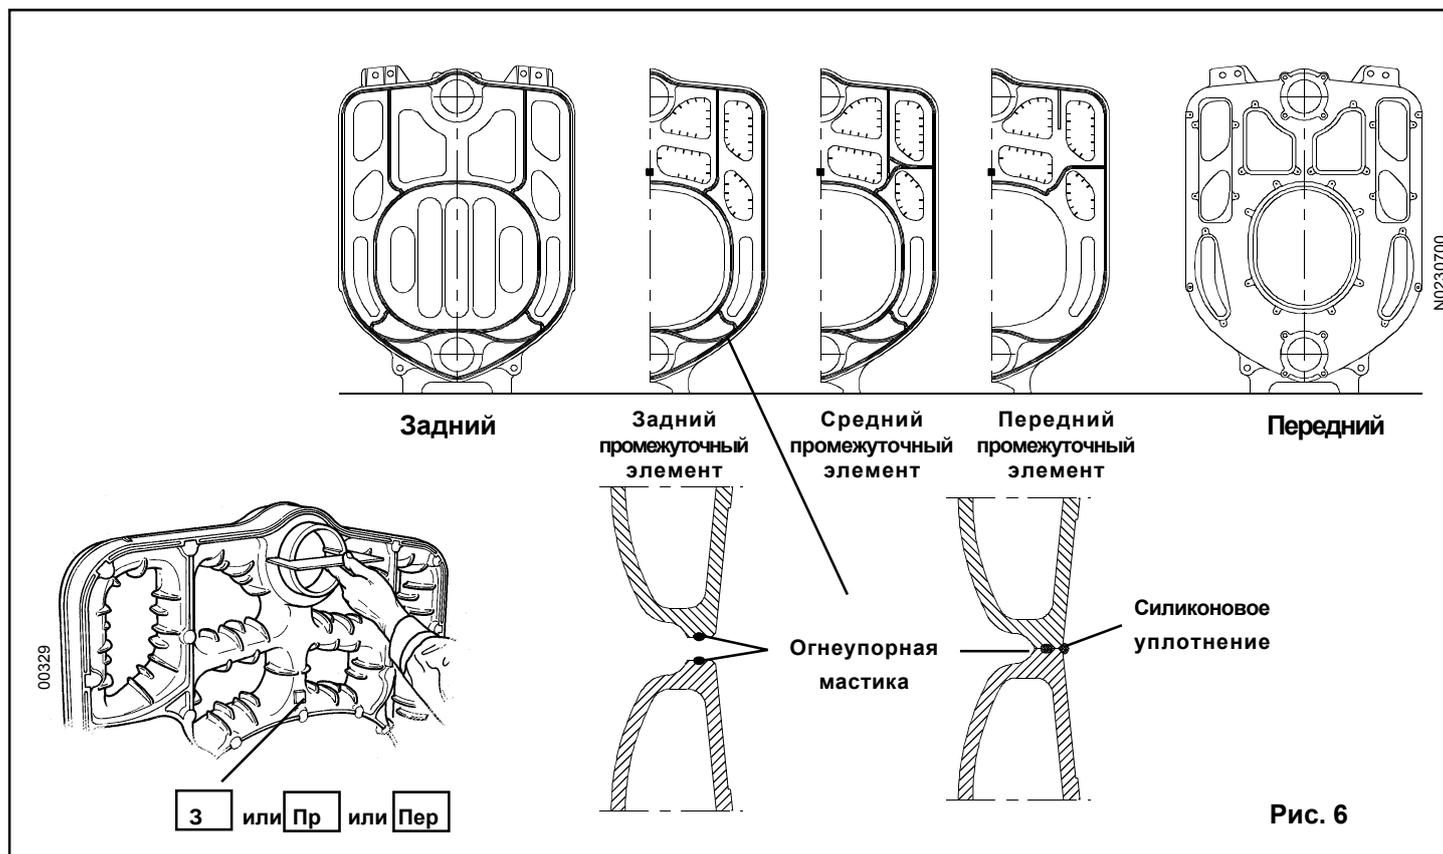

Рис. 6
- 4) Поставив элемент в вертикальное положение, очистить металлической щеткой желоб для огнеупорной уплотняющей мастики. Замазать сжатые шнуры и наружный шнур (см.рис. 6),
- 7) Установить соединительные патрубки в отверстия вертикального элемента и **слегка** продвинуть их при помощи деревянной планки, ударив по ней молотком или киянкой, чтобы патрубки удерживались в отверстиях. Не вставлять их слишком сильно, чтобы зажатие осуществлялось путем сближения элементов. Тщательно проверить ровность установки патрубков. Проверить осадку при помощи поставленного шаблона (см. рис. 6).
**Внимание :** Необходимо соблюдать порядок сборки промежуточных элементов (см. рис 8). Кроме того, отметки (AR, M и AV) (см. рис. 6) на элементах должны всегда быть направлены к передней части котла.